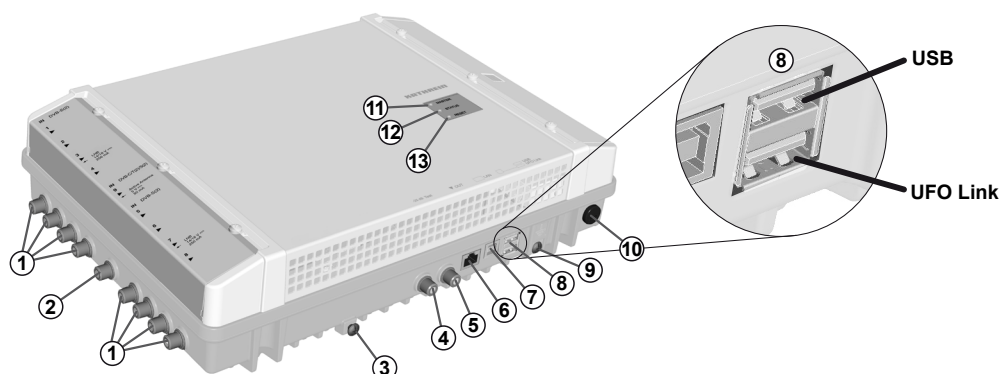

Abb. 1: Geräteelemente
1. Schließen Sie eine Potenzialausgleichsleitung (Cu, $\geq 4 \text{ mm}^2$) an der Erdungsschraube an; siehe ⑨ in Abb. 1, S. 3.
- Die Stecker müssen am Master und Slave in die jeweils passende UFO Link-Schnittstelle gesteckt werden (⑧ in Abb. 1).